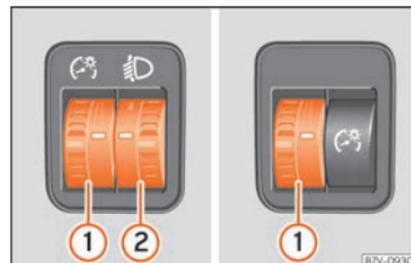

Fig. 145 Côté volant : régulateur d'éclairage des cadrans et des commandes ① et du site des projecteurs ②
» fig. 145 ①.
② Réglage du site des projecteurs
Le réglage de la portée des phares » fig. 145
Pour régler, tournez la commande » fig. 145